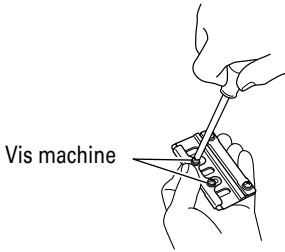

Fig. 14
- (2) Appuyer la surface tournée de la plaque de fixation (A) sur la surface du mur b tout en ajustant le tranchant de la lame de coupe sur la surface du mur a de la jauge de fixation. Puis, les serrer avec les 2 vis. (Fig. 14 et 15)